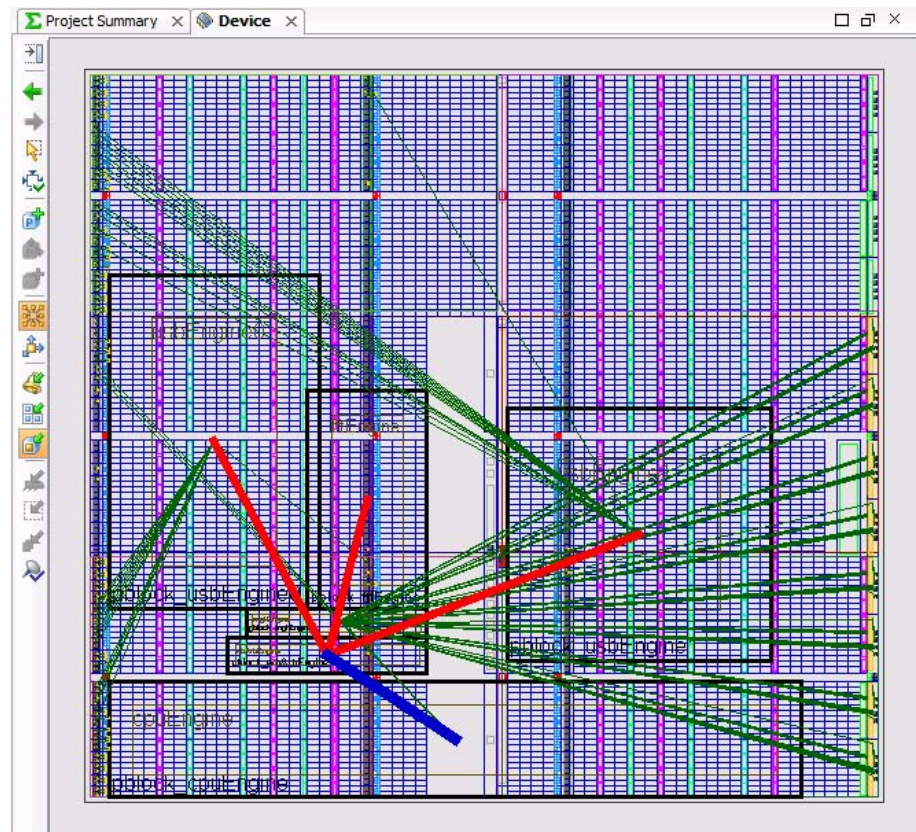

図 43：最上位レベルの Pblock の配置
2. [OK] をクリックし、Pblock を配置します (図 43)。